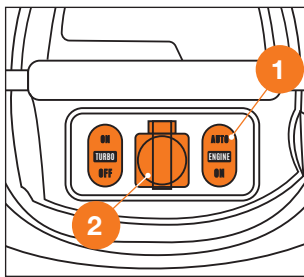

Рис. 15
При использовании пылесоса совместно с электроинструментом, для удаления пыли и стружки, подключите электроинструмент в розетку ❷, переведите переключатель «ENGINE» в положение «AUTO» ❶. Пылесос начнет работать через несколько секунд после запуска электроинструмента и отключится через несколько секунд после остановки электроинструмента. Для исключения перегрузки электросети не включайте дополнительный режим «TURBO» (Рис. 15).